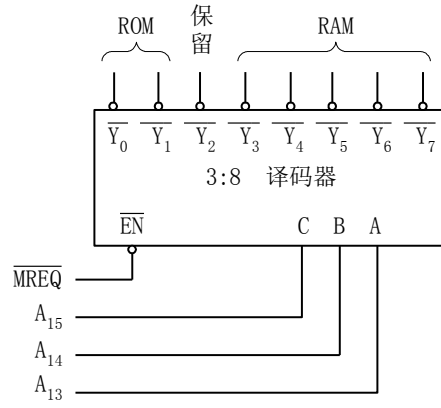

图 5-26 译码方案
(1) 画出地址译码方案
(2) 如果 ROM 和 RAM 存储器芯片都采用 8K×1 的芯片，试画出存储器与 CPU 的连接图。
(3) 如果 ROM 存储器芯片采用 8K×8 的芯片，RAM 存储器芯片采用 4K×8 的芯片，试画出存储器与 CPU 的连接图。
(4) 如果 ROM 存储器芯片采用 16K×8 的芯片，RAM 存储器芯片采用 8K×8 的芯片，试画出存储器与 CPU 的连接图。
解：(1) 全部地址空间为 $2^{16}=64\text{KB}$ ，ROM 存储区域的容量为 $2^{14}=16\text{KB}$ ，保留存储区域容量 $2^{13}=8\text{KB}$ ，RAM 的存储区域为 $64-16-8=40\text{KB}$ 。地址译码采用以 8KB 为区域单位，将 64KB 的存储空间分为 8 个 8KB 的区域，用地址的高 3 位 A₁₅~A₁₃ 作为每个 8K 区域选择译码信号。这样构成的译码方案如图 5-26 所示。Y₀#和 Y₁#的输出作为 ROM 的选择信号，因为 ROM 的地址区域为 0000H 到 3FFFH，其区域选择地址 A₁₅~A₁₃ 位为 000~001；Y₃#到 Y₇#这 5 条输出信号作为 RAM 的选择信号，因为 RAM 的地址区域为 6000H~0FFFFH，其区域选择地址 A₁₅~A₁₃ 位为 011~111。